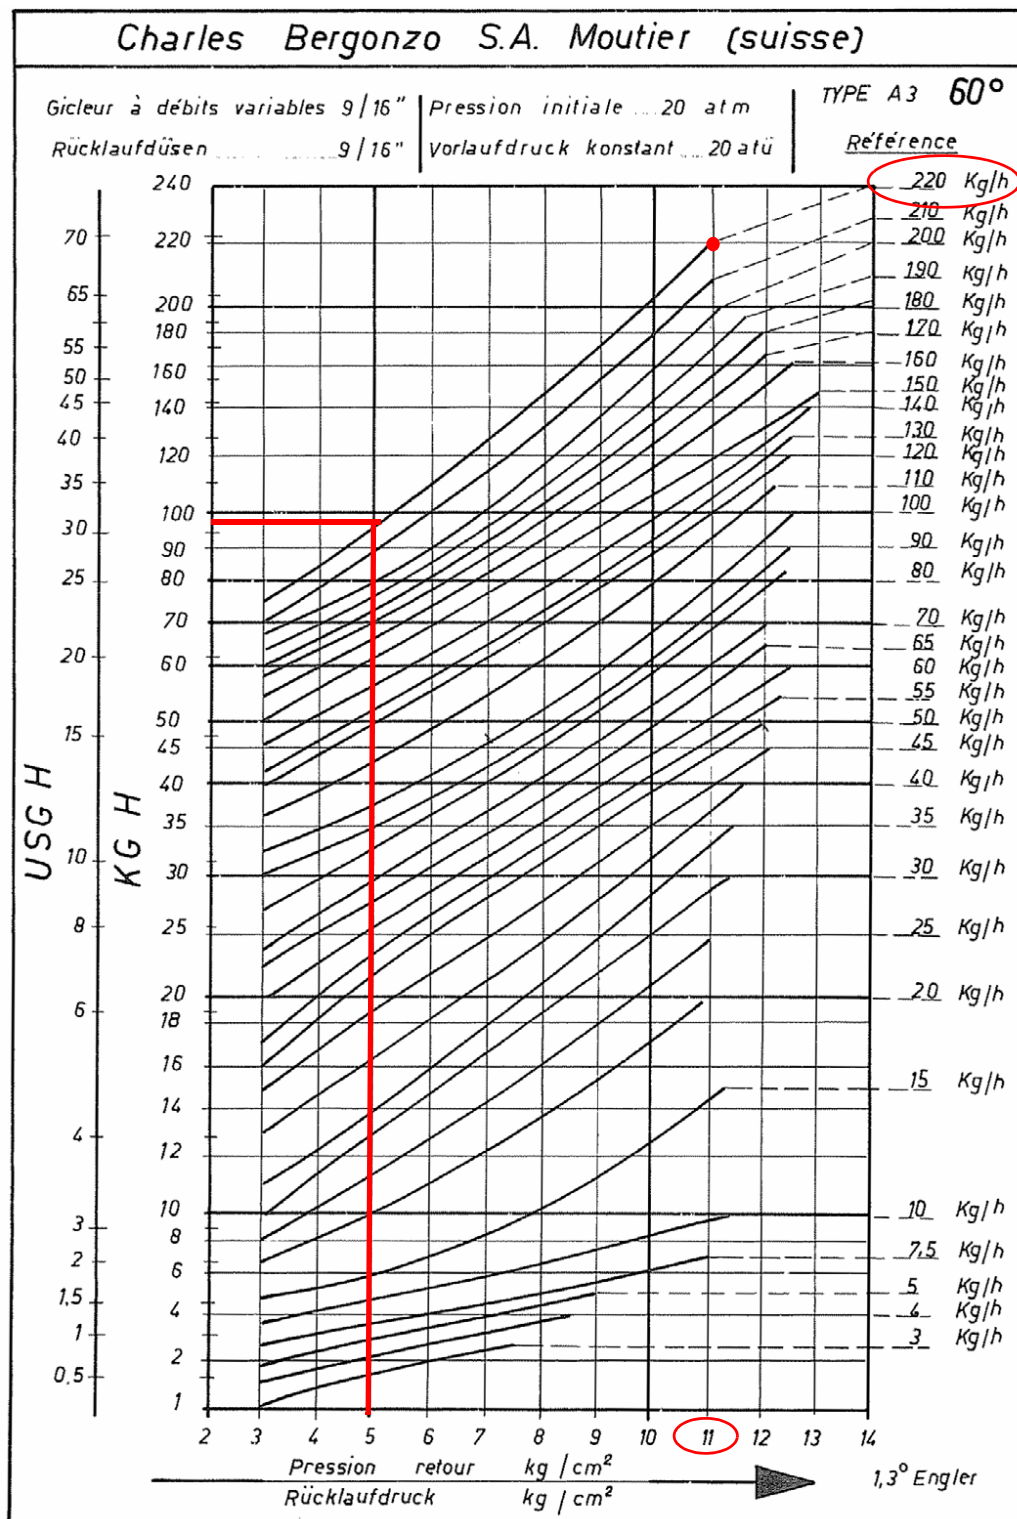

Рис. 24
Расход дизельного топлива регулируется за счет выбора форсунки (противопоточного типа), соответствующего мощности котла и типу применения размера, а также регулировки давления на прямом и обратном ходе жидкого топлива, согласно данных, указанных в таблице и на графике на Рис. 24 (для считывания давления - читайте последующие параграфы).
- 13 Сместить кулачок **V (STM30)** или **IV (SQM40)** (малое пламя на жидком топливе) в сторону минимальной мощности, с тем, чтобы сервопривод начал закрываться, до тех пор, пока два подшипника не совместятся с регулировочным винтом, относящимся к самой низкой точке: закручивать винт **V2** для увеличения расхода, откручивать - для уменьшения, с целью получения значения давления, как на графике на Рис. 24, на основании требуемого расхода.